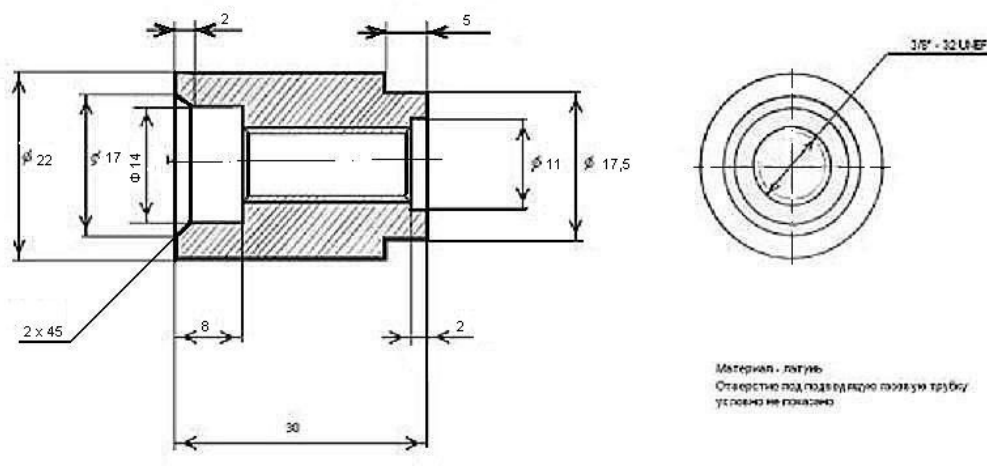

Рисунок 12 -Втулка
1.Выбрать разъем отливки (рис.12)